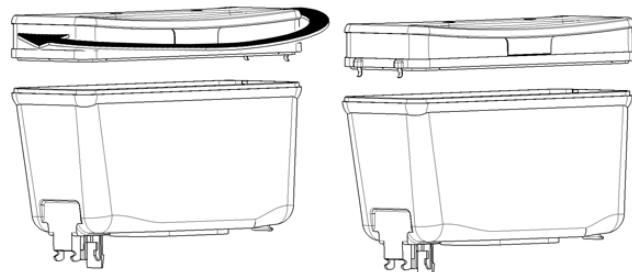

figure 2
- 9 Tournez** le couvercle de 180° pour l'éteindre. (voir figure 2)